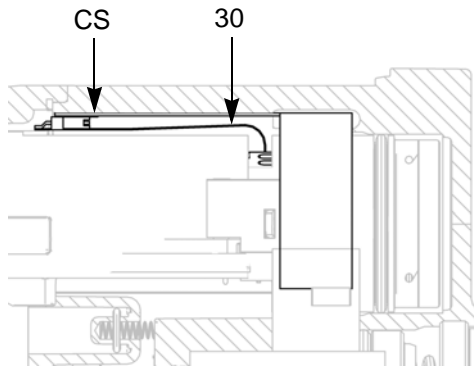

FIG. 26. Esnek Devrenin Bağlanması
8. Güç kaynağı/türbin donanımını tabancanın gövdesine (10) takın. Topraklama şeritlerinin (EE) tabanca gövdesine temas ettiğinden emin olun.
**Yalnızca akıllı modellerde:** 6 pinli esnek devrenin (30) konektörünü tabanca gövdesi üstündeki soket (CS) ile hizalayın. Bkz. FIGURE 26.